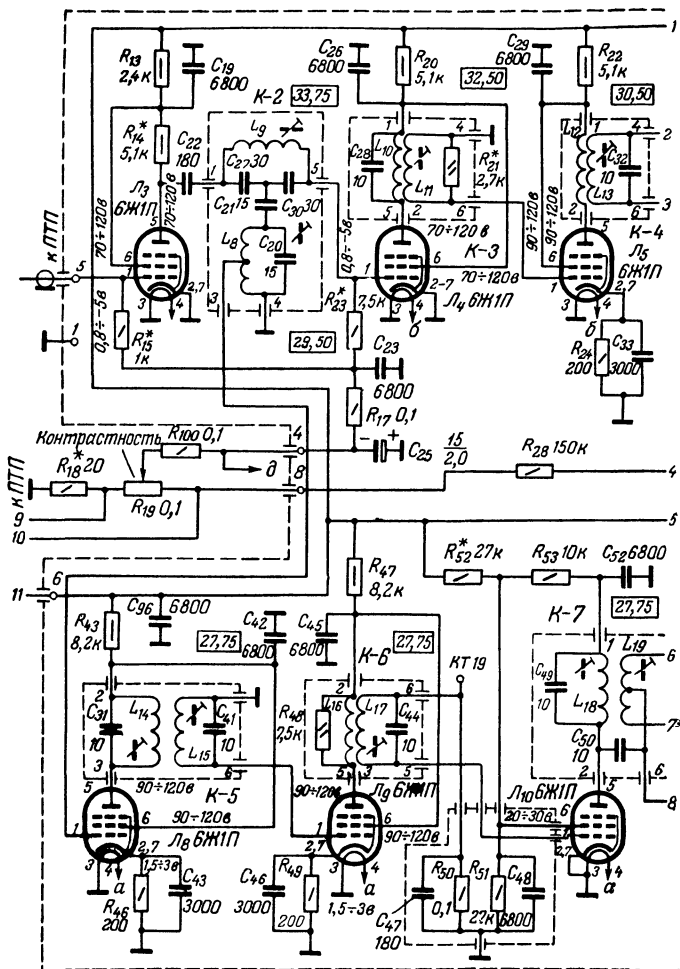

Рис. 15. Принципиальная
**Канал изображения.** Трехкаскадный усилитель промежуточной частоты сигналов изображения и звука (рис. 15) выполнен на лампах  $L_3$ ,  $L_4$ ,  $L_5$ . Анодной нагрузкой первого каскада УПЧ служит фильтр ( $L_9C_{27}C_{30}$ ,  $L_8C_{20}C_{21}$ ). Принципы работы Т-фильтра рассмотрены в описании схемы телевизора «Старт-3». Контур  $L_9C_{27}C_{30}$  настроен на частоту 33, 75 МГц, контур  $L_8C_{20}C_{21}$  — на частоту 29,5 МГц. С части витков катушки  $L_8$  этого контура снимается сигнал звукового сопровождения для подачи в канал звука. Дальнейшее усиление сигналов изображения и звука происходит по разным каналам схемы.
**Канал синхронизации и АРУ.** Синхронизирующие импульсы отделяются от сигналов изображения селектором, работающим на левом триоде лампы  $L_{13}$  (рис. 15, б). С выхода видеоусилителя сигналы изображения через конденсатор  $C_{63}$  и цепочку  $R_{122}C_{95}$  подаются в негативе на сетку лампы амплитудного селектора. Сеточный ток, вызываемый вершинами синхронимпульсов, заряжает конденсатор  $C_{63}$  так, что к сетке лампы прикладывается напряжение  $U_c$ , отрицательное относительно шасси (рис. 16). При отсутствии синхронимпульсов лампа заперта и конденсатор разряжается через сопротивления  $R_{70}$ ,  $R_{99}$  и источник питания. Так как постоянная времени цепи разряда выбрана достаточно большой, уменьшение напряжения на конденсаторе незначительно и, следовательно, напряжение на сетке лампы поддерживается практически на одном уровне.
С нагрузкой селектора синхронизирующие импульсы подаются для разделения на дифференцирующий и интегрирующий фильтры. Кадровые синхронизирующие импульсы выделяются двухзвенным интегрирующим фильтром  $R_{71}C_{64}$ ,  $R_{72}C_{65}$ . После дополнительного дифференцирования цепочкой, состоящей из конденсатора  $C_{66}$  и сопротивления цепи сетка — катод правого триода лампы  $L_{13}$ , эти импульсы в положительной полярности поступают на управляющую сетку блокинг-генератора кадровой развертки (рис. 15, б).
В блоке кадровой развертки изъят фильтр  $R_{76}C_{70}$  в анодной цепи лампы блокинг-генератора  $Л_{13}$  (рис. 15). Необходимая филь-
Улучшена работа схемы автоматической регулировки усиления. Емкость электролитического конденсатора  $C_{25}$  (рис. 15) в цепи АРУ увеличена с 2 до 5 мкф. Это позволило устранить дрожание кадра изображения при повышенной контрастности.
Изменение марки провода, по которому подается сигнал к катоду кинескопа, позволило снять корректирующий дроссель  $Dr_8$  (рис. 15, а), установленный на колодке питания кинескопа. Для сохранения необходимой формы частотной характеристики видеоусилителя уменьшена индуктивность дросселей  $Dr_4$ ,  $Dr_5$  в анодной цепи лампы  $L_7$ .